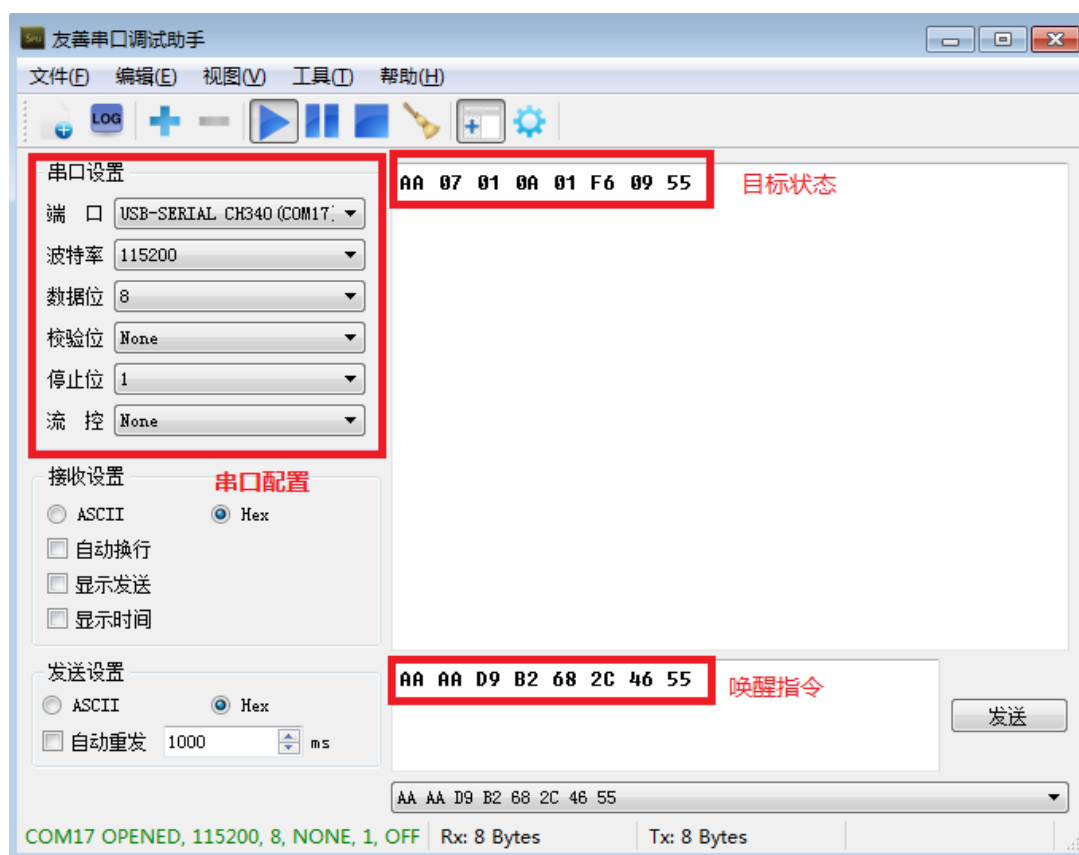

图2-1 串口调试助手配置
- 2.2.3 串口调试助手配置如图2-1。勾选“HEX发送”与“HEX显示”，选择波特率为115200，数据位为8，停止位为1，校验位与流控制为NONE；